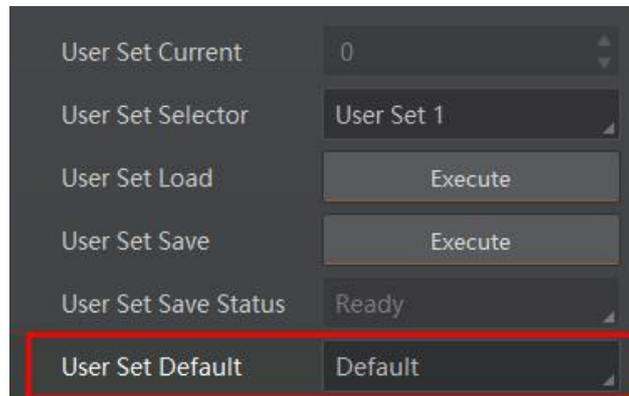

图10-40 设置默认启动
- 设置默认启动参数：通过 *User Set Default* 参数下拉选择相机上电时默认启动的参数，如图 10-40 所示。